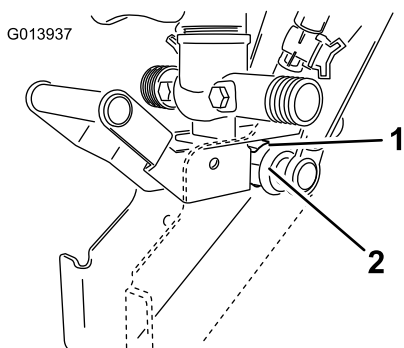

Bild 19
- D. Drücken Sie, bis die Klemme über dem Schwenkgehäuse einrastet, wie in Bild 19 dargestellt.